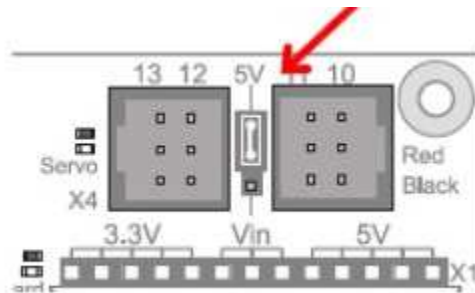

Figure 43 : Position du cavalier d'alimentation de la Boe
- Vérifier que le cavalier d'alimentation de la Boe est sur la position 5V (cf . Figure 43).